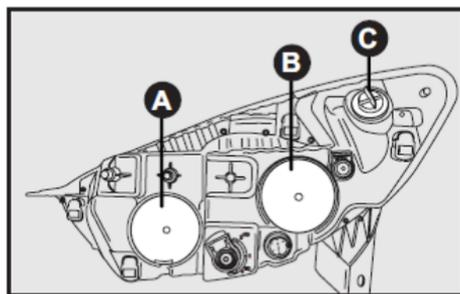

fig. 16
- Tirar de la tapa A-fig. 16 y quitarla;
- Recolocar la tapa A-fig. 16.;
Recolocar la tapa B-fig. 16..
- Quitar la tapa A-fig. 16, tirando de la misma;
- Recolocar la tapa A-fig. 16.